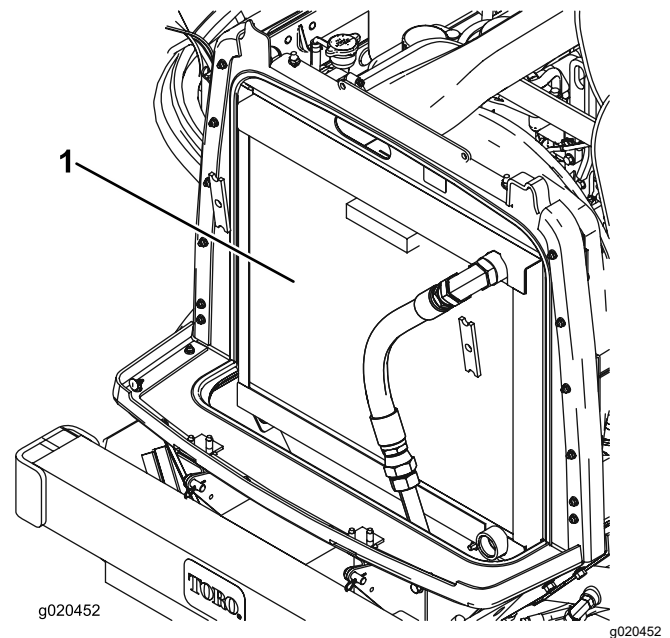

Figura 74
3. Limpie a fondo ambos lados de la zona del radiador/enfriador de aceite con aire comprimido (Figura 74).